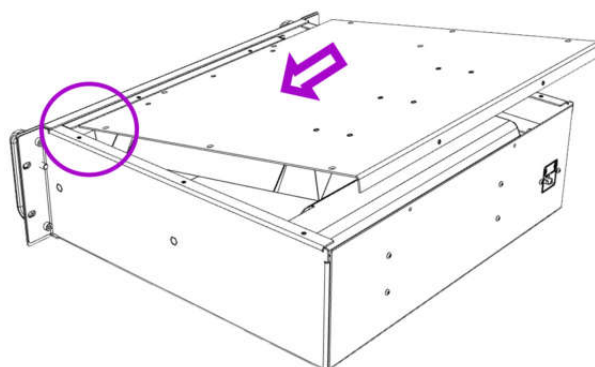

Abb. 20
1. Deckel an der vorderen linken Gehäuseecke ansetzen. (Abb. 20)